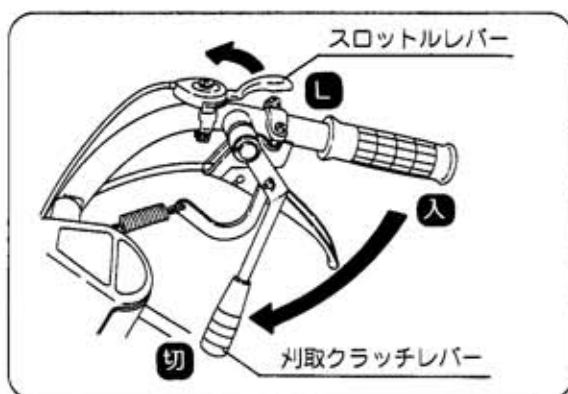

図10
- ② 刈取クラッチレバーを「切」位置にします。(図10)
- ③ スロットルレバーを「L」位置に戻しエンジン回転を下げます。(図10)